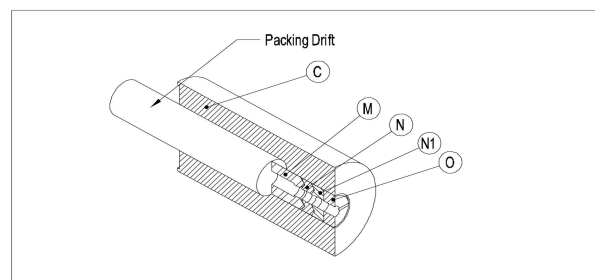

图 8
5) 把弹簧 ( L ) 和弹簧压套 ( K ) 装进填料盒中。( 见图 8 )